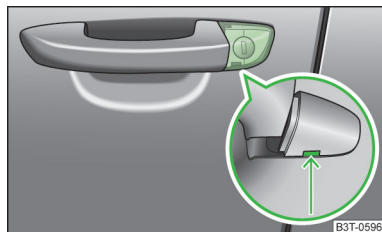

Fig. 192
- Introduzca la llave del vehículo en el rebaje en la parte inferior de la cubierta en el área de la flecha » fig. 192.